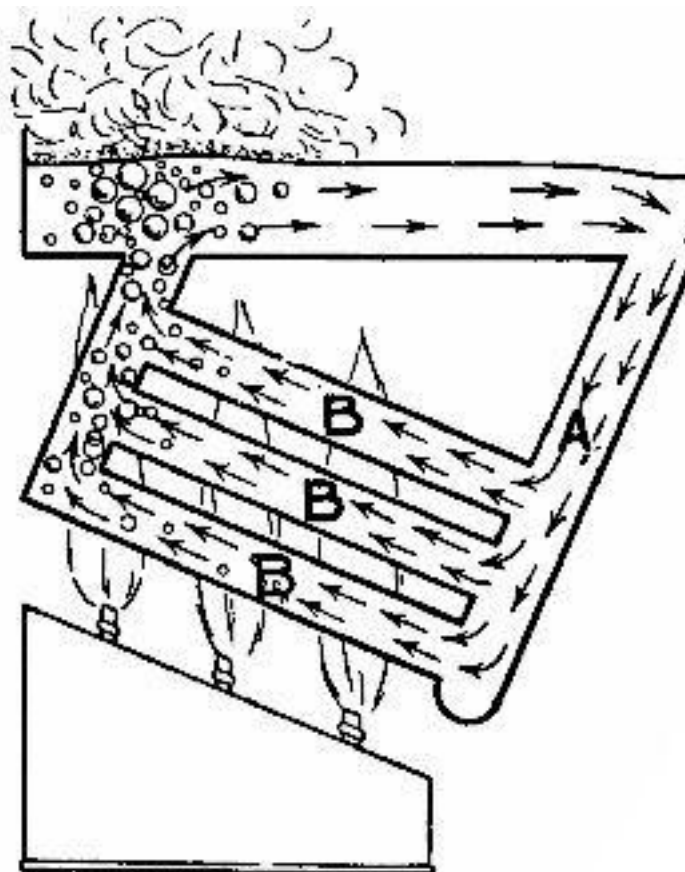

Рис. 5.
Дальнейшее улучшение достигается за счет увеличения количества трубок (рис. 5), при этом все они расположены под наклоном, чтобы нагретая вода и пар могли свободно подниматься.
Котел Babcock and Wilcox широко используется в шахтах, на электростанциях и, в модифицированном виде, на борту судов. Он состоит из двух основных частей — (1) барабана H, в верхней части которого собирается пар; (2) группы труб, расположенных по принципу, проиллюстрированному на рис. 5. Котел установлен на прямоугольной раме из огнеупорного кирпича. На одном конце находится дверца топки, на другом - выход в дымоход. Из печи F пламя и горячие газы поднимаются вокруг верхнего конца наклонных труб TT в пространство A, где они воздействуют на нижнюю поверхность H, прежде чем снова опуститься вниз между трубами в пространство B. Здесь температура ниже. Стрелки указывают дальнейший путь вверх, в пространство C справа от отделения для огнеупорного кирпича, и мимо нижних труб SS в D, откуда горячие газы выходят в дымоход через отверстие E. Следует заметить, что наибольшее тепло отводится на TT вблизи их соединения с UU, "восходящими" трубками; и что каждый последующий проход труб подводит постепенно остывающие газы ближе к "нисходящим" трубкам SS.